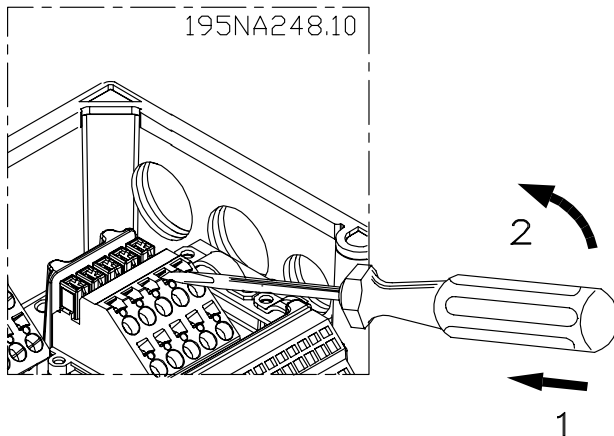

Abbildung 4.9 Öffnen der Klemmen
1. Öffnen Sie den Kontakt, indem Sie einen kleinen Schraubendreher in die rechteckige Öffnung über dem entsprechenden Kontakt einführen und damit die Klemmfeder öffnen (siehe *Abbildung 4.9*).